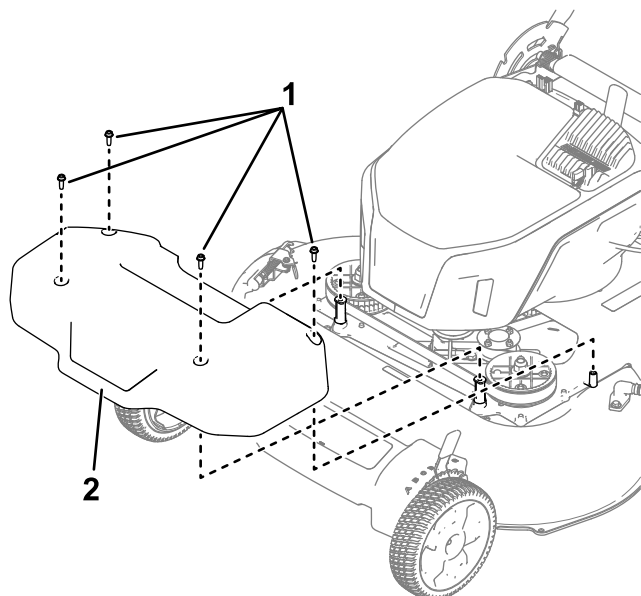

Figura 24
1. Remoção da cobertura do sistema de transmissão da lâmina (Figura 24).